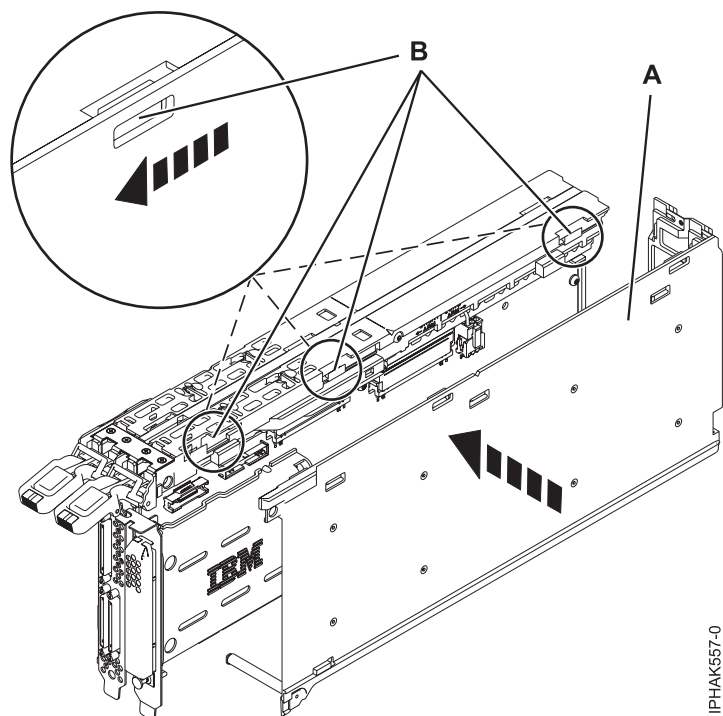

Figure 58. Installation du capot
6. Installez le capot : Voir figure 58.